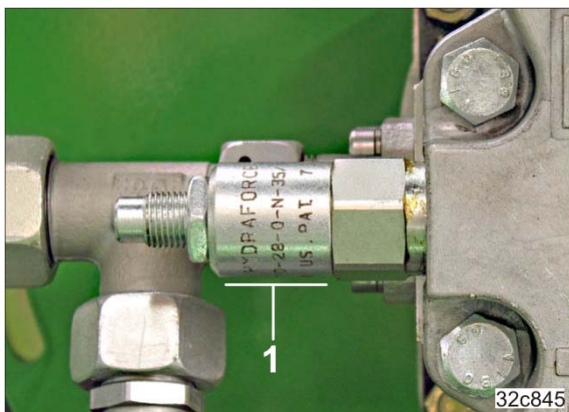

Рис. 139
- с круглым наружным контуром (Рис. 139/1)